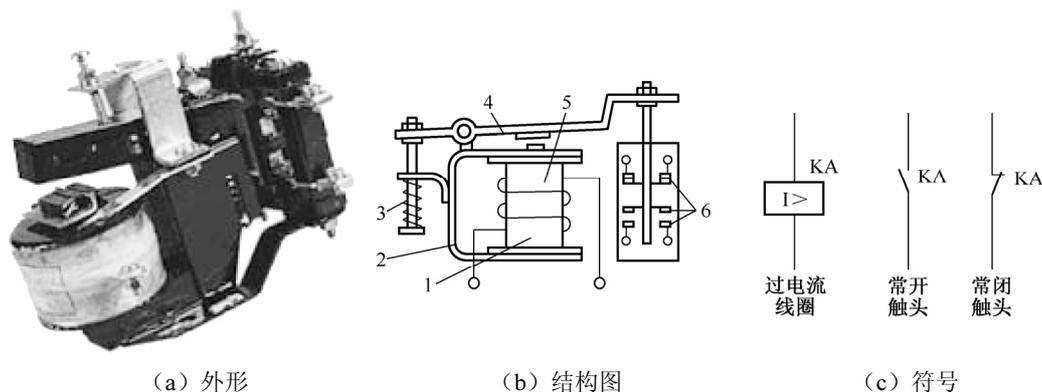

图 3-7 JT4 系列过电流继电器
(1) 型号及含义。常用的过电流继电器有 JT4 系列交流通用继电器和 JL14 系列交直流通用继电器，其型号及含义分别如下所示：
(2) 结构及工作原理。JT4 系列过电流继电器的外形结构及工作原理如图 3-7 所示。它主要由线圈、圆柱形静铁心、衔铁、触头系统和反作用弹簧等组成。JT4 系列交流电磁继电器适用于交流 50Hz、380V 及以下的自动控制电路中作为零序电压、电流，过电压和中间继电器之用。过电流继电器也适用于 60Hz 的控制电路中。
过电流继电器在电路图中的符号如图 3-7 (c) 所示。